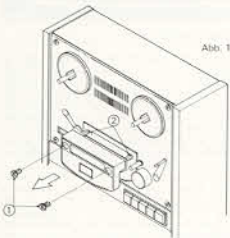

Abb. 1
1. Die Schrauben, die den Frequenzschalter (60) an der Rückseite des Gerätes sichern, lösen und das Feststellblech (62) entfernen. Den Schalter auf die richtige Frequenz einstellen, das Feststellblech in umgekehrter Stellung anbringen und die Schrauben anziehen.
2. Nach Umstellung des Frequenzschalters muß der Kapstan-Antriebsriemen hinter den Frontplatte in die andere Position gebracht werden. Dazu müssen zunächst die Kopfabdeckung (29) abgezogen und die Bandzugregler (26) (3), Andruckrolle (28) und die Frontplatte entfernt werden. Dies kann folgendermaßen ausgeführt werden:
- a) Die beiden Verblendschrauben (1), die die Kopfabdeckung sichern, durch Linksdrehen mit einer Münze entfernen. Die Kopfabdeckung, wie durch den Pfeil in Abb. 1 angezeigt, abziehen. Dann die die Kopfabdeckung haltenden Bolzen (2) durch Linksdrehen entfernen.